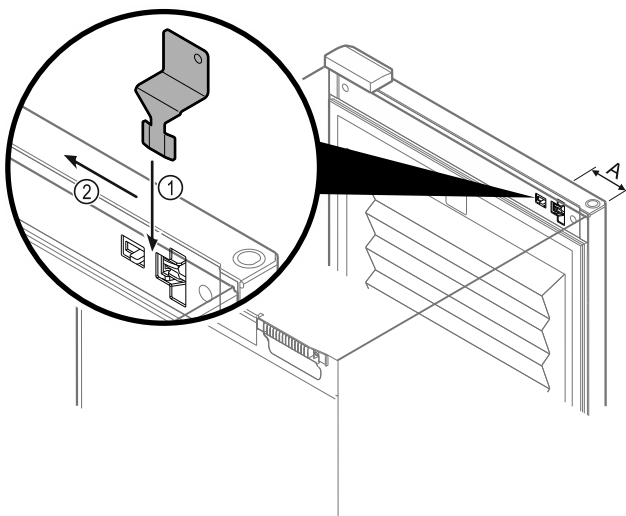

Fig. 218
- ▶ Notentriegelungsschlüssel an vorgegebener Stelle positionieren Fig. 218 (A) ≈ 100mm.
- ▶ Notentriegelungsschlüssel zwischen Tür und Gerätekorpus von oben bis zum Anschlag einstecken Fig. 218 (1).
- ▶ Notentriegelungsschlüssel in Richtung Scharnierseite ziehen Fig. 218 (2).